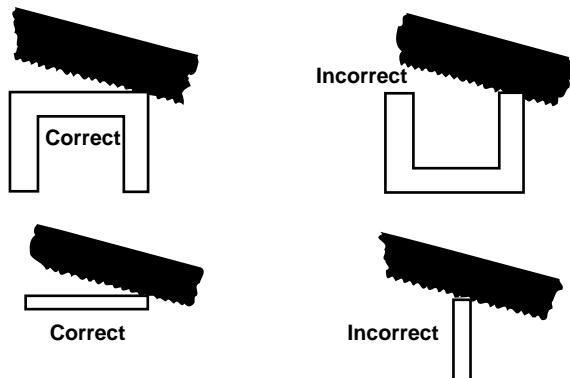

Figure 2 – Ouvrage correctement positionné pour coupe
1. S'assurer que l'ouvrage est bien arrimé et orienté de manière à ce que le plus grand nombre de dents le contacteront durant la coupe (Figure 2).